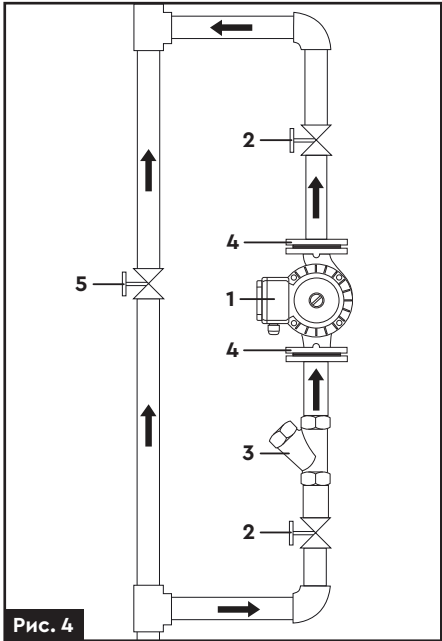

Рис. 4
1. Закрийте клапани (2) (рис. 4) на вході і виході, скиньте тиск через перепускний клапан (5) (рис. 4).